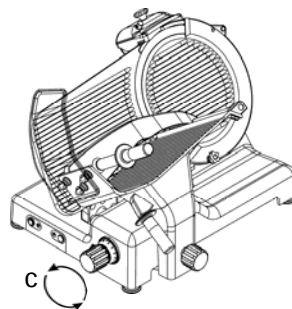

Abb.36
- die Öffnung des Segels überprüfen, indem man den nummerierten Drehgriff vorwärts und rückwärts dreht (Abb.36 Detail c);